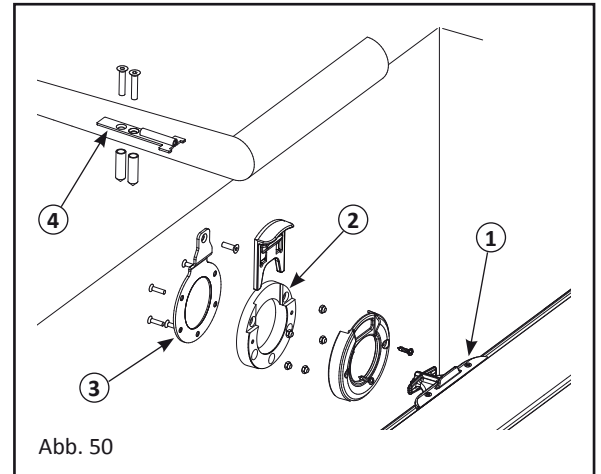

Abb. 50
5.7.3 Abb. 50: Option Befestigung der Spanner am Beckenrand: